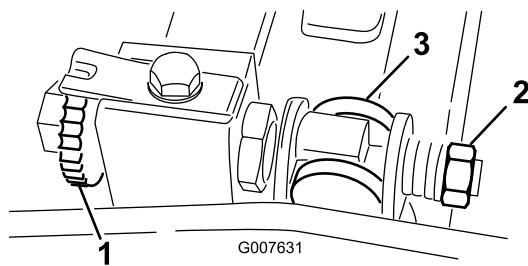

図 54
- ベッドバー調整ネジを左に回してベッドナイフとリールの接触をなくす(図 54)。
- スプリング・テンションナットをゆるめて、ワッシャがベッドバーを全く押さないようにする(図 54)。